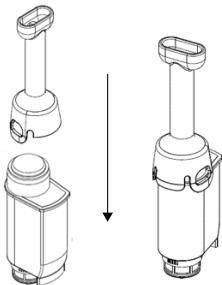

Abb.12
- ⌚ Ziehen Sie den Filter mit Hilfe des Filterhalters aus dem Wassertank (Abb.12).